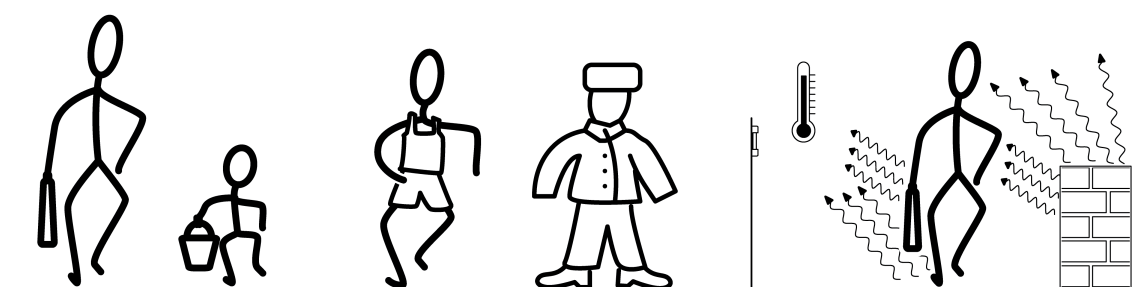

Bild 5: Värmekällornas storlek, isolering och kontrastförhållande
- Värmekällans storlek, t.ex. vuxen eller barn (bild 5)
- Värmekällans temperatur: ytor med 37 °C-strålar som är intensivare är med 10 °C (bild 5).
- Kontrasten mellan värmekällan och omgivningen: om värmekällan strålar lika intensivt som omgivningen försvåras detekteringen avsevärt (bild 5).